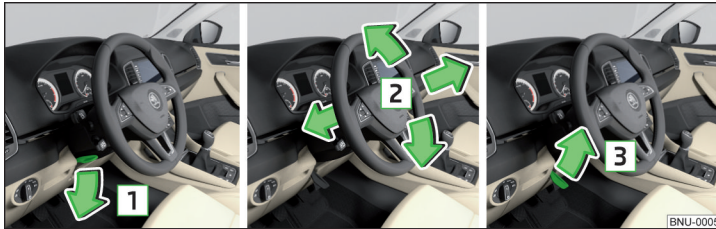

Abb. 15 Lenkradposition einstellen
- Den Sicherungshebel unter dem Lenkrad in Pfeilrichtung **1** schwenken » Abb. 15.